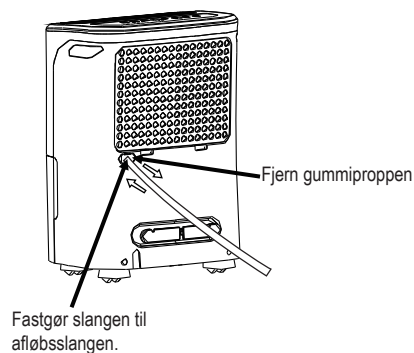

Fig.7
- Fjern gummiproppen fra afløbsslangens udløb. Fastgør en afløbsslange (ID = 13.5mm) og før den til gulvafløbet eller et egnet dræningsanlæg (se Fig. 7).